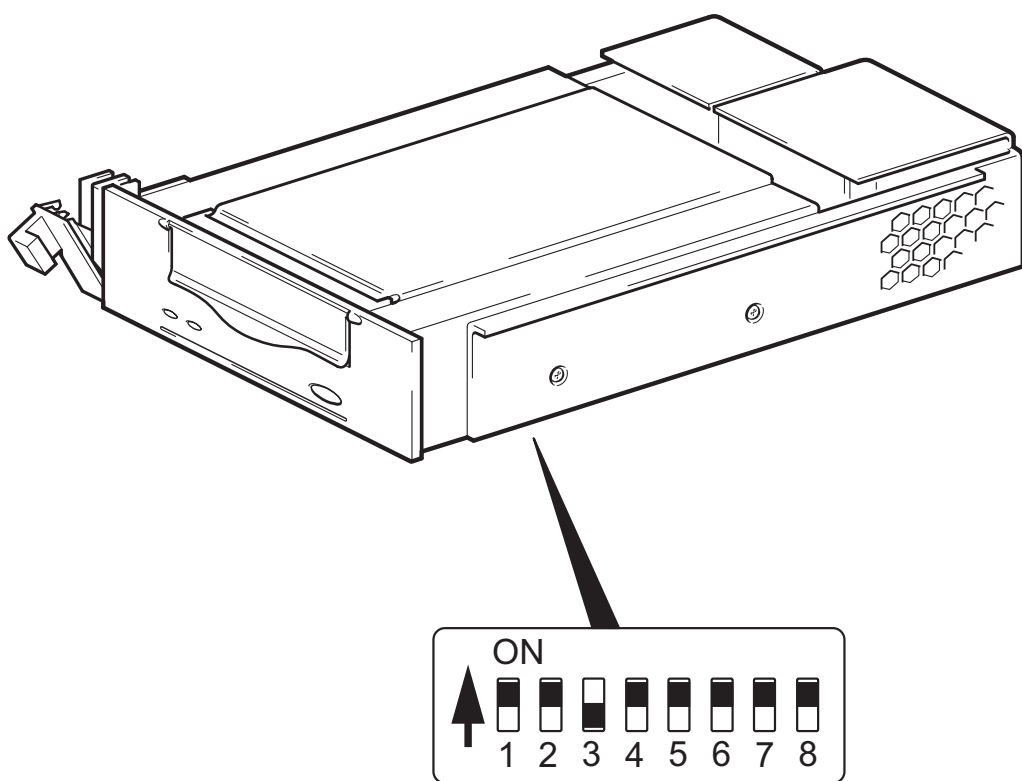

Figura 3: verificar chaves de configuração UNIX
- 2 Caso seja necessário para a sua configuração UNIX, altere as chaves de configuração localizadas no lado inferior da unidade de fita dos ajustes predefinidos mostrados na figura 3.